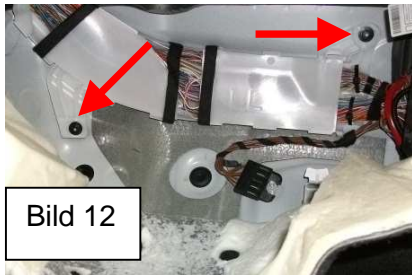
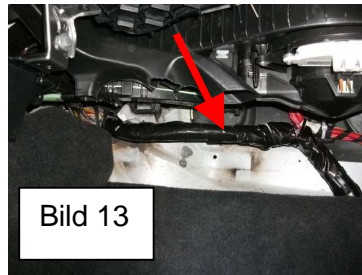

Bild 12
Bild 13
10. Den Kabelkanal an der Spritzwand Beifahrerfußraum an den Verschraubungen rechts oben und links unten abschrauben (Bild 12). Den Kabelkanal aufklappen Kabelbaum entnehmen, den Kabelbaum mit Isolierband gut umwickeln und mit Kabelbinder ganz nach oben binden (Bild 13). Den Kabelkanal soweit wie möglich oben links absägen oder abzwicken (auf Kabel achten!) und den Kanal entfernen. Der Kabelkanal wird nach dem Pedaleinbau nicht wieder verwendet.